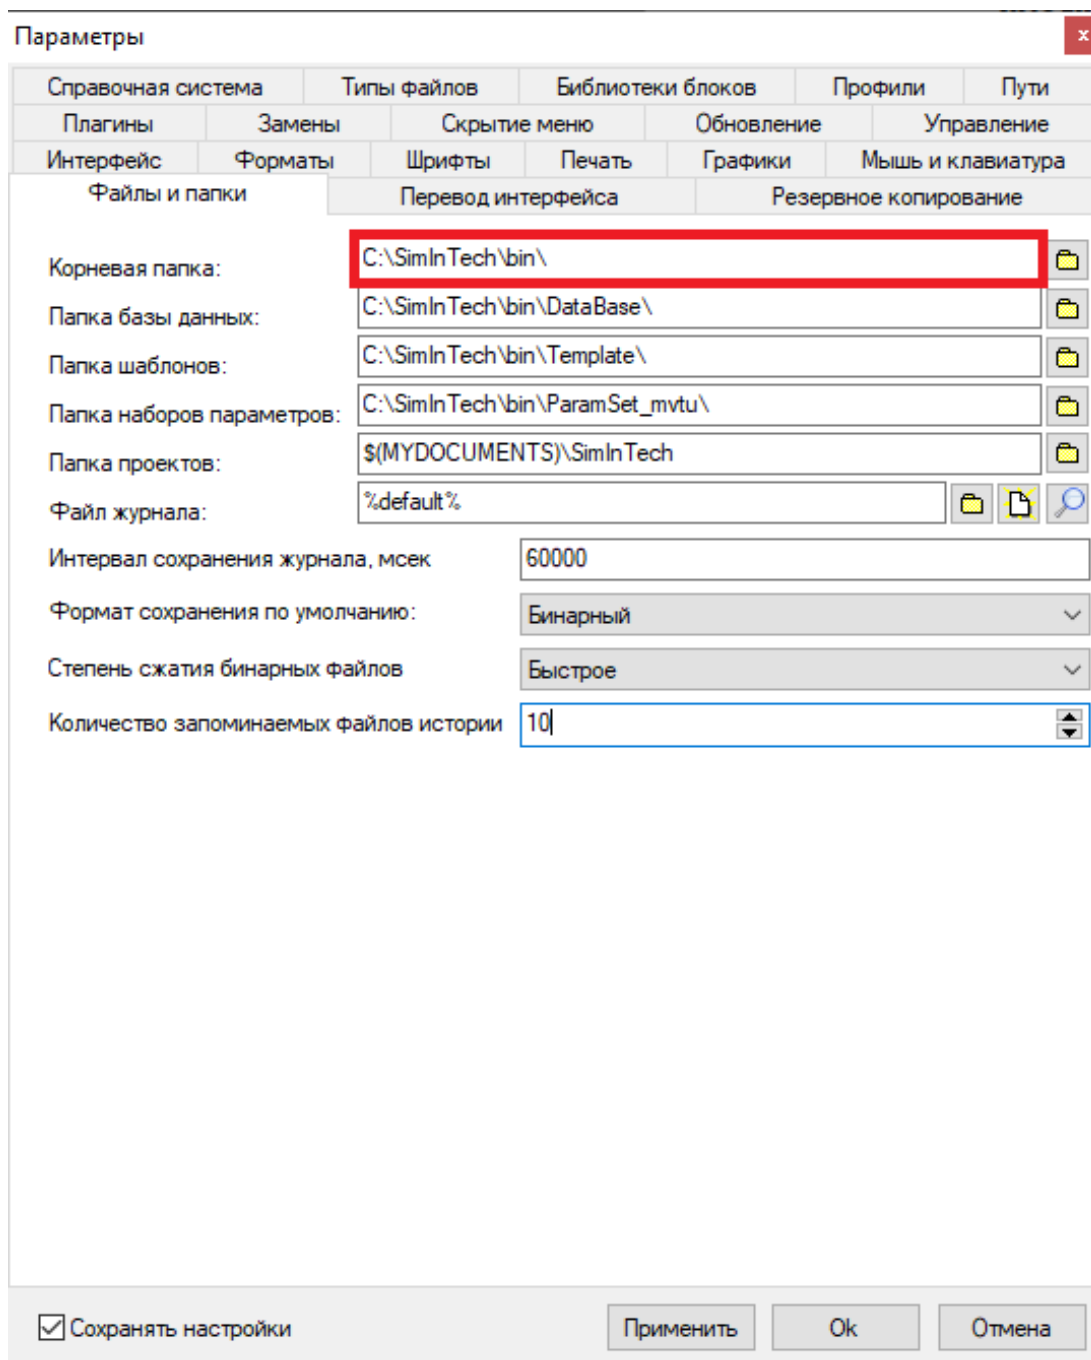

Рисунок 4.2.4. Окно «Параметры» главного окна SimInTech - вкладка «Файлы и папки».
- **\$(Root)** – служебный указатель, который определяет путь к директории по умолчанию, к которой происходит обращение SimInTech при вызове модуля. Путь определяется в поле «**Корневая папка**» в параметрах SimInTech на вкладке «**Файлы и папки**» (Рисунок 4.2.4). По умолчанию путь определен, как